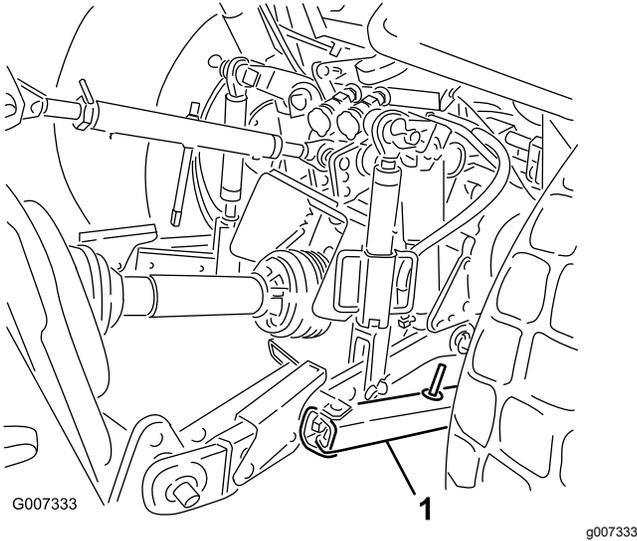

图 28
1. 调节下提升臂的摇摆连杆将左右摇摆调节到最小每侧最大为 25mm 图 28。